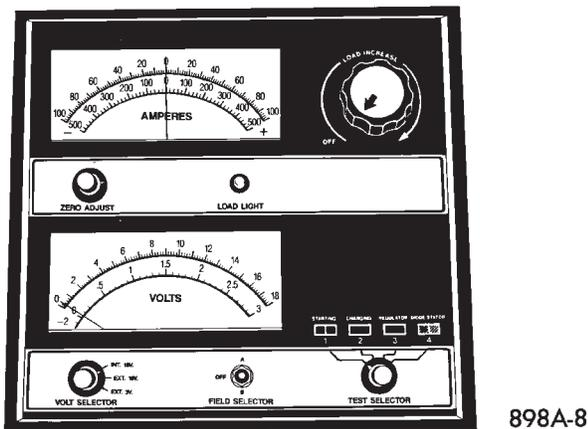
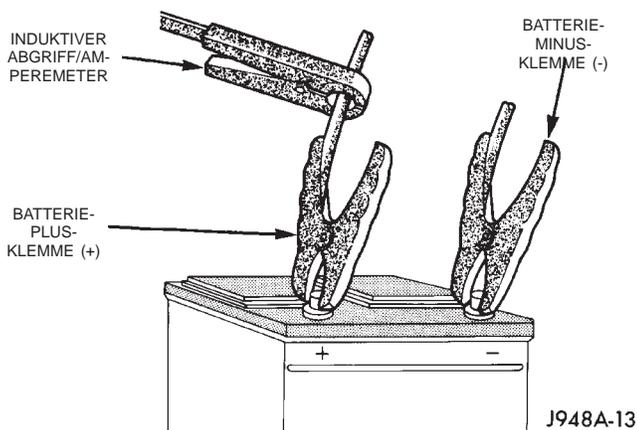

Abb. 6 Volt-/Ampere-Belastungsprüfer—Typisch
Abb. 7 Anschlüsse des Volt-/Ampere-Belastungsprüfers—Typisch
(1) Zuerst das Batterie-Minuskabel (-) und danach das Batterie-Pluskabel (+) abklemmen und elektrisch isolieren. Darauf achten, daß die Oberseite der Batterie und die Batteriepole sauber sind.
(2) Einen geeigneten Volt-/Ampere-Belastungsprüfer (Abb. 6) an den Batteriepolen anschließen (Abb. 7). Näheres hierzu siehe Bedienungsanleitung des verwendeten Geräts. Ruhespannung der Batterie (ohne Last) prüfen. Näheres hierzu siehe **“Ruhespannung überprüfen”** im Abschnitt “Fehlersuche und Prüfung” in diesem Kapitel. Die Ruhespannung muß mindestens 12,4 Volt betragen.